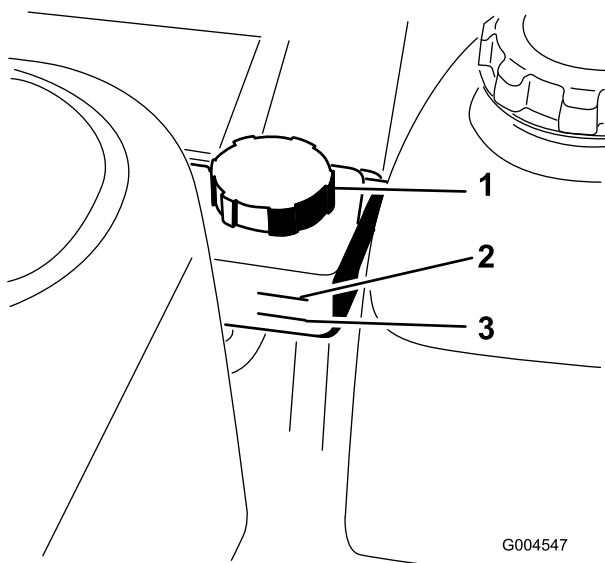

Figure 51
Remarque: Le niveau de l'huile hydraulique se contrôle de deux manières : quand l'huile est chaude et quand elle est froide. Le réservoir a 2 niveaux différents selon que l'huile est chaude ou froide (Figure 51).
2. Nettoyez la surface autour du réservoir hydraulique (Figure 51).
5. S'il est nécessaire de rectifier le niveau, retirez le bouchon du goulot de remplissage (Figure 51).
8. Ajoutez de l'huile jusqu'à ce qu'elle atteigne le repère "froid" sur le réservoir hydraulique (Figure 51).